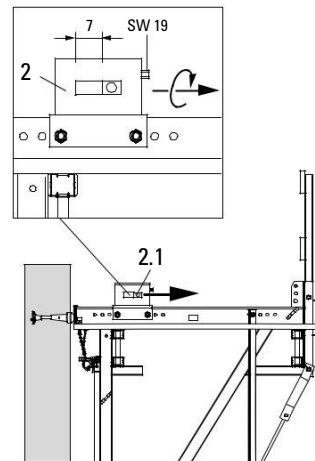

Fig. B2.05a
1. Дръпнете докрай назад застопоряващия блок (2.1) на регулирания елемент на CB 160 (2), SW 19, виж B3. (Fig. B2.05a)